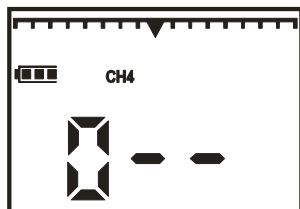

Рисунок 1.3
1) на воздухе, не содержащем горючих газов, перевести газоанализатор в режим "ПОДСТРОЙКА НУЛЯ". Для этого необходимо при нажатой кнопке "РЕЖИМ" включить газоанализатор. После появления на индикаторе надписи "0 - -" отпустить кнопки (рисунок 1.3).
1) при нажатой кнопке "РЕЖИМ" включить газоанализатор. После появления на индикаторе надписи " 0 - - " отпустить кнопки (рисунок 1.3);